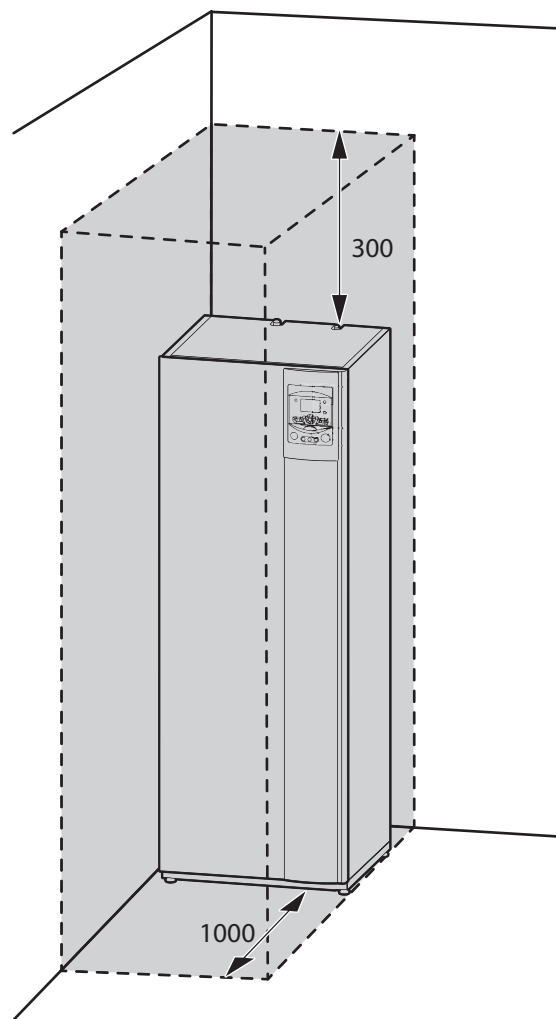

Abb. 19 - Installationsmindestfreiräume um das Hydraulikmodul
- Um die Instandhaltungsoperationen und den Zugang zu den verschiedenen Organen zu erleichtern, empfehlen wir, ausreichend Platz um das Hydraulikmodul vorzusehen (Abb. 19).